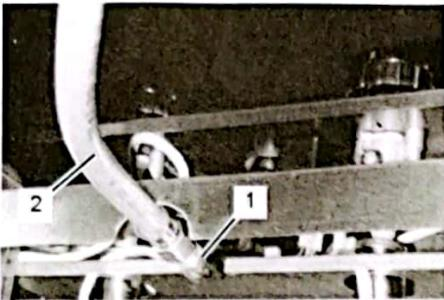

Abb. 4
1. Entfernen Sie den Stopfen von dem Gasanschluss (Abb. 4/1).
2. Schrauben Sie den Gasschlauch (Abb. 4/2) auf den Gasanschluss. Ziehen Sie die Mutter mit einem Maulschlüssel fest.